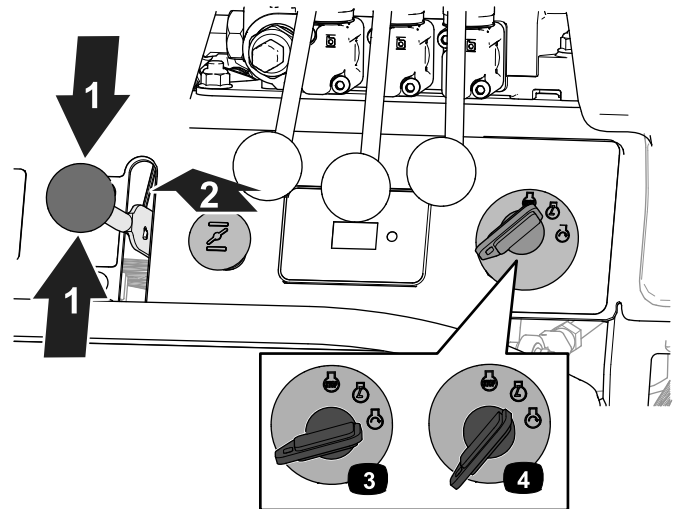

Figura 27
3. Mueva el acelerador a un punto intermedio entre las posiciones de LENTO y RÁPIDO (Figura 27).
4. Si el motor está frío, tire del control del estarter hasta la posición de ACTIVADO (Figura 27).
5. Gire la llave de encendido a la posición de ARRANQUE (Figura 27).
6. Cuando el motor arranque, gire la llave a la posición de MARCHA (Figura 27).
8. A medida que el motor se caliente, empuje el control del estarter a la posición de DESCONECTADO (Figura 27).